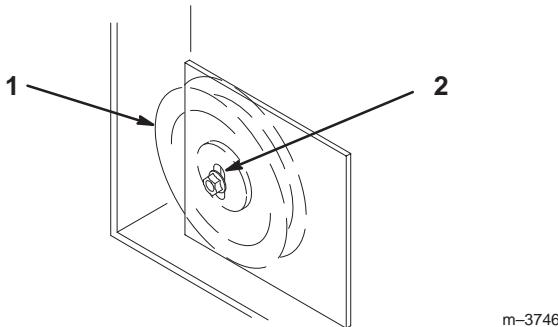

Figure 72
- 11.** Si la plaque de la poulie de tension touche le bout de la fente de réglage et qu'il faut encore tendre la courroie, une légère modification de la poulie de tension fixe droite peut offrir un réglage de tension supplémentaire (Fig. 72).